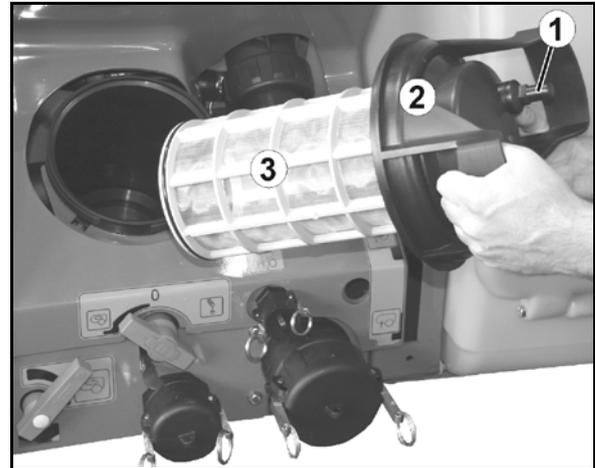

Fig. 147
Reinigen Sie den Saugfilter (Fig. 147) täglich nach dem Reinigen der Feldspritze.
1. Deckel des Saugfilters lösen (Fig. 147/2).
2. Deckel mit Saugfilter (Fig. 147/3) abnehmen und mit Wasser reinigen.
6. Deckel des Saugfilters lösen (Fig. 147/2).
7. Entlastungsventil am Saugfilter betätigen (Fig. 147/1).
8. Deckel mit Saugfilter (Fig. 147/3) abnehmen und mit Wasser reinigen.